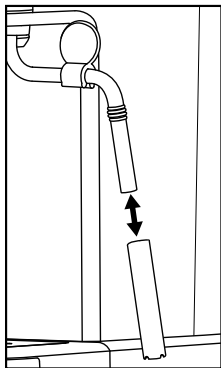

Figura 4
- 5) Retire la cubierta del espumador de leche **10** (figura 4) y límpiela cuidadosamente en agua caliente.
- 7) Vuelva a colocar la cubierta sobre la boquilla (Figura 4).